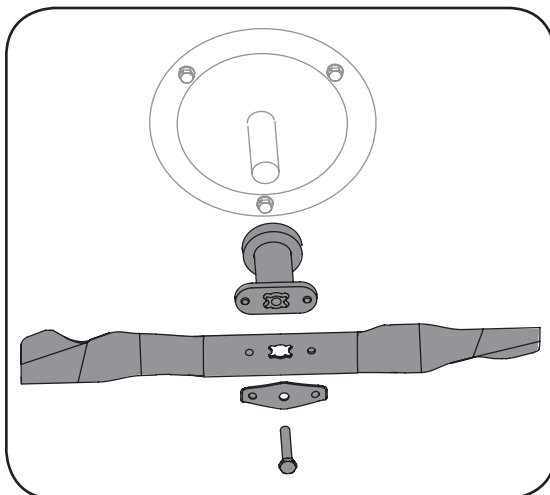

Figura 5-2: Retire el perno, soporte y adaptador para tener acceso a la cuchilla.
2. Saque el perno y el soporte de campana de la cuchilla que sostiene la cuchilla y el adaptador de la misma al cigüeñal del motor, Figura 5-2.
3. Saque la cuchilla y el adaptador del cigüeñal, Figura 5-2.